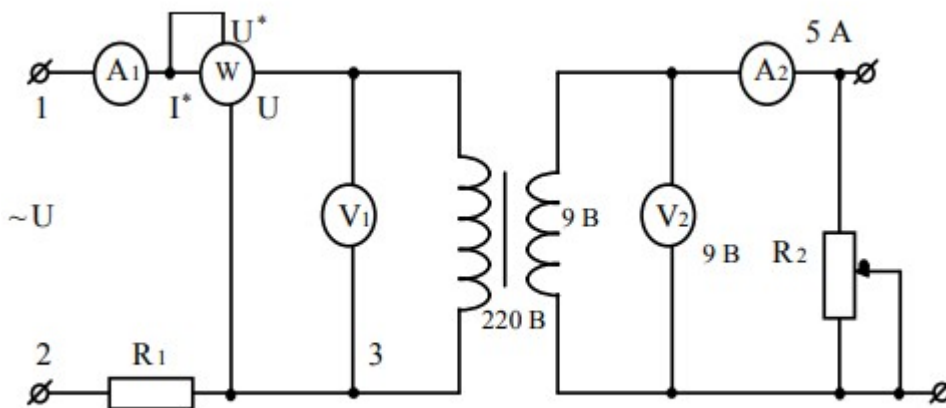

Рис. 6. Измерительная схема.
1. Собрать измерительную схему (рис. 6).